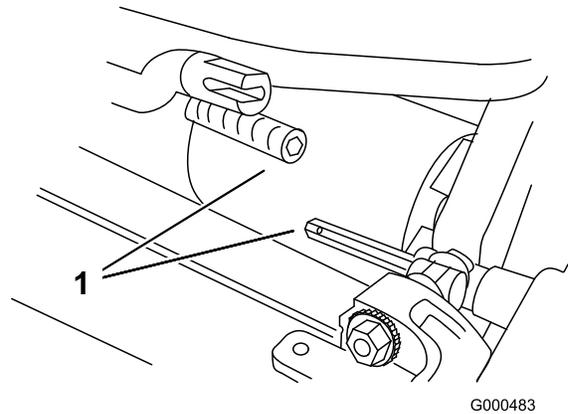

図 53
6. カッティングユニットを51 mmくらい引出し、次に右に引き出してトランスミッションのカップリング (図 53) を外す。